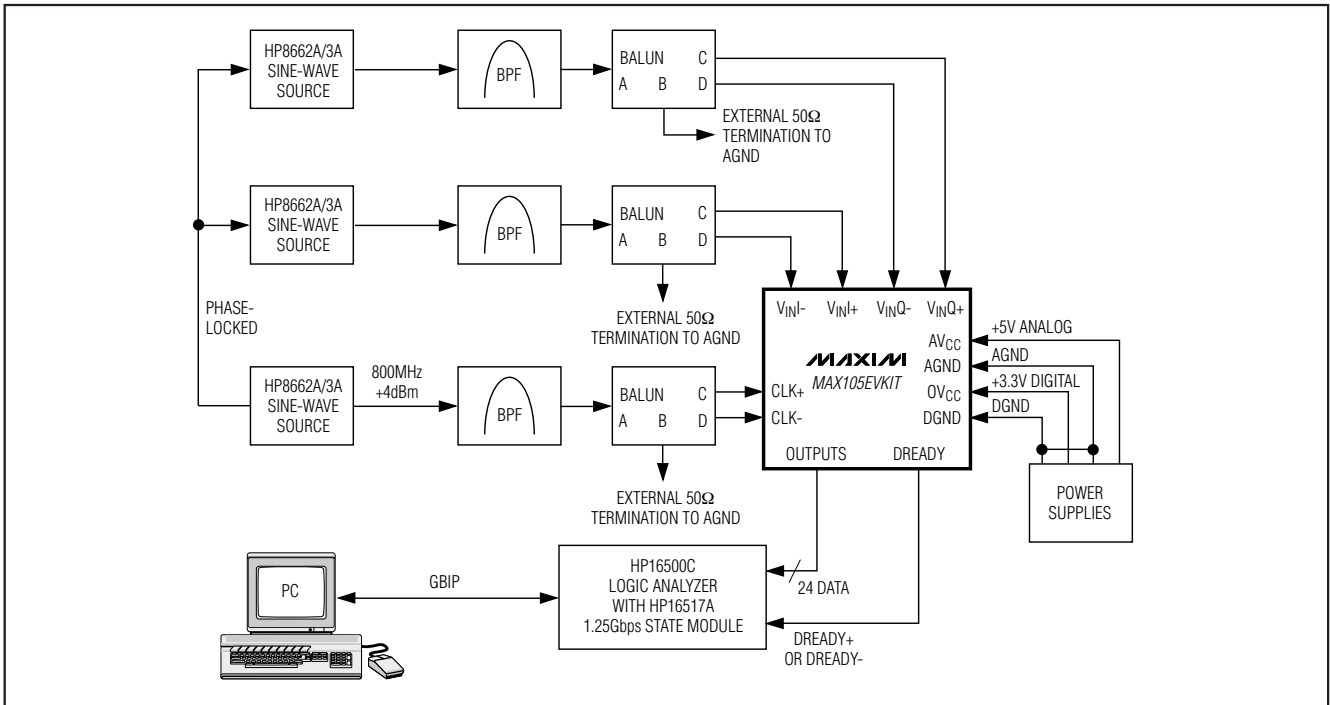
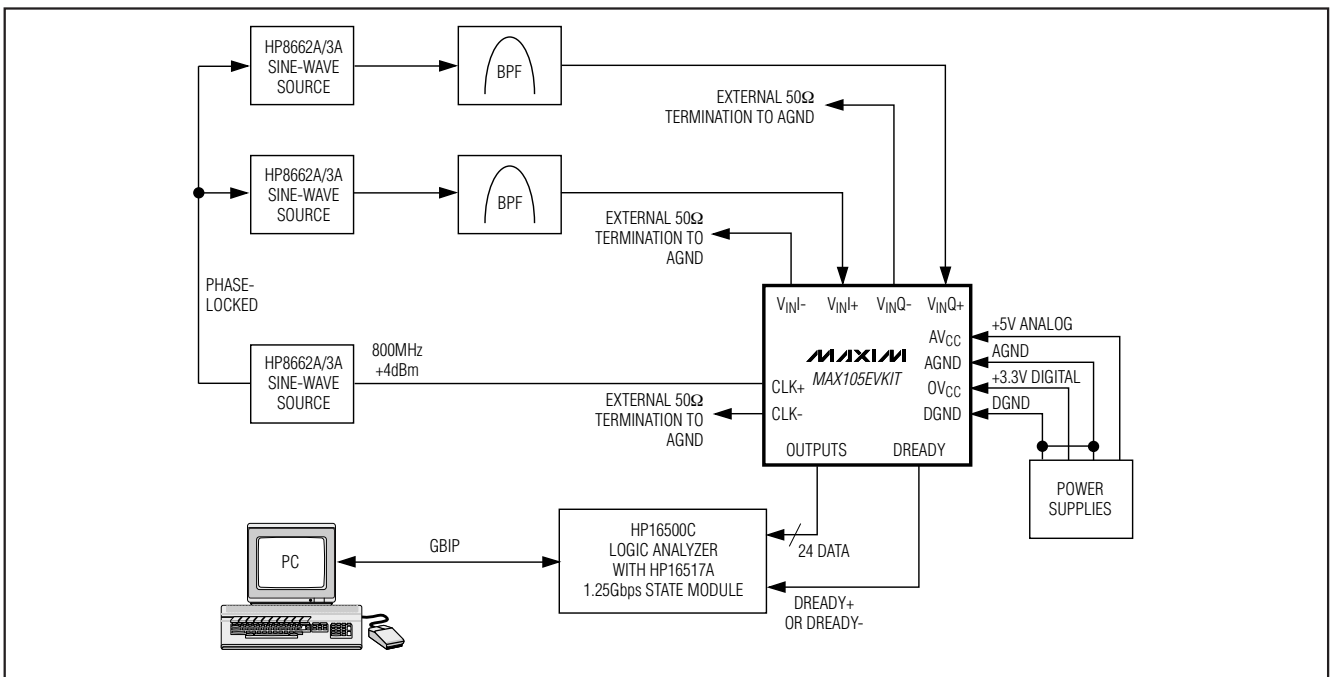

図1. 差動アナログ入力、差動クロック駆動、シングルエンドデータ収集の標準評価設定
図2. シングルエンドアナログ入力、シングルエンドクロック駆動、シングルエンドデータ収集の標準評価設定
- 1) バランを経由して低位相ジッタの信号発生器をクロック入力CLK+とCLK-に接続します(図1)。シングルエンドクロック入力の場合は(図2)、振幅が500mV(354mV_{RMS}+4dBm)の信号を信号発生器からCLK+入力に接続し、使用しないCLK-入力を50Ωの終端抵抗器でAGNDに終端します。
- 2) 差動動作の場合は、(380mV、270mV_{RMS}(FS約0.5dB)正弦波試験信号をバランのコネクタAに接続します。バランのコネクタBを50Ωのターミネータで終端します。バランのコネクタCをアナログ入力VINI+(VINQ+)に接続します。バランのコネクタDをアナログ入力VINI-に接続します(図1)。シングルエンド動作の場合は、試験信号をVINI+(VINQ+)又はVINI-(VINQ-)のどちらかに加え、使用しない入力を50Ωの抵抗器でAGNDに終端します(図2)。最良の結果を得るには、重要な周波数に合わせて設計した狭帯域フィルタを用いて信号発生器の高調波歪みを低減します。